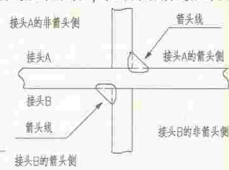

图2 接头的“箭头侧”及“非箭头侧”示例
- 箭头线：箭头直接指向的接头侧为“接头的箭头侧”，与之相对的则为“接头的非箭头侧”，见图2。